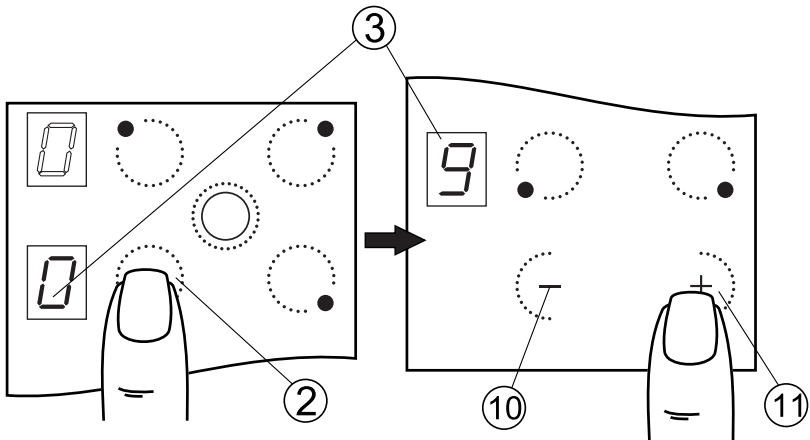

Рис. 13
1. Коснуться зоны **2** с обозначением выбранной конфорки, после чего конфорка перейдет в режим управления. В соответствующем окне индикации мигает «**0**» (рис. 13).